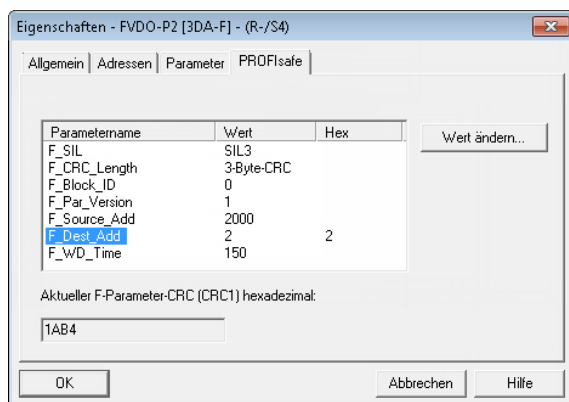

Abb. 30: PROFIsafe-Parameter
- Stellen Sie unter [F_Dest_Add] die richtige PROFIsafe-Zieladresse ein (→ Abb. 30). Die Einstellung muss mit der DIL-Schaltereinstellung am Modul übereinstimmen (→ Abb. 25).